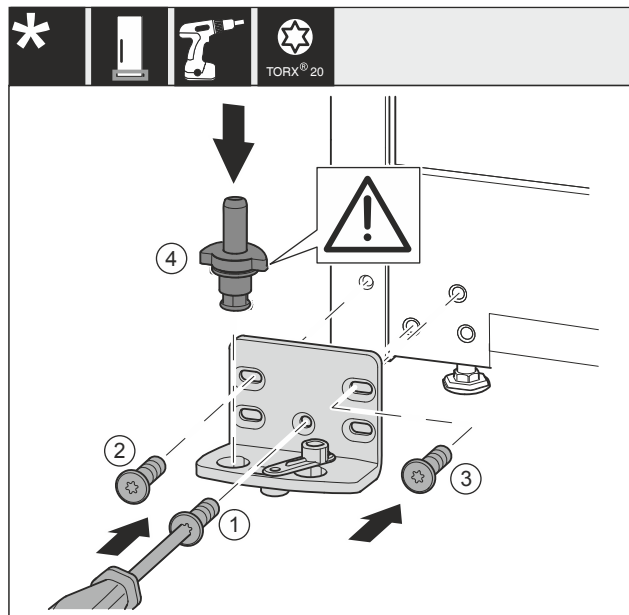

Fig. 38 *
- ▶ Установите опорный кронштейн с другой стороны и прикрутите с помощью отвертки. Начините с Fig. 38 (1) снизу в центре.*
- ▶ Затяните винт Fig. 38 (2) и Fig. 38 (3).*
- ▶ Снова установите опорный палец Fig. 38 (4) в сборе. При этом проследите за тем, чтобы выступ фиксатора был направлен назад.*